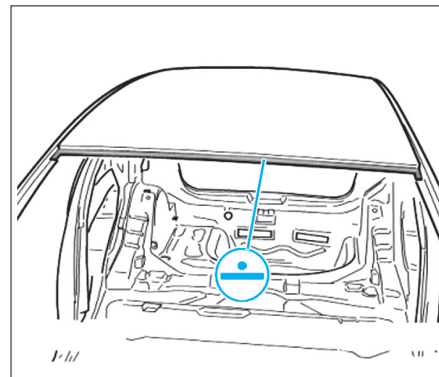
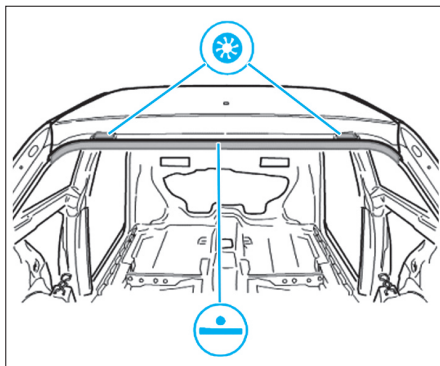

FIG. 85
FIG. 86
- Souder le pavillon comme illustré (Fig.85) et (Fig.86).